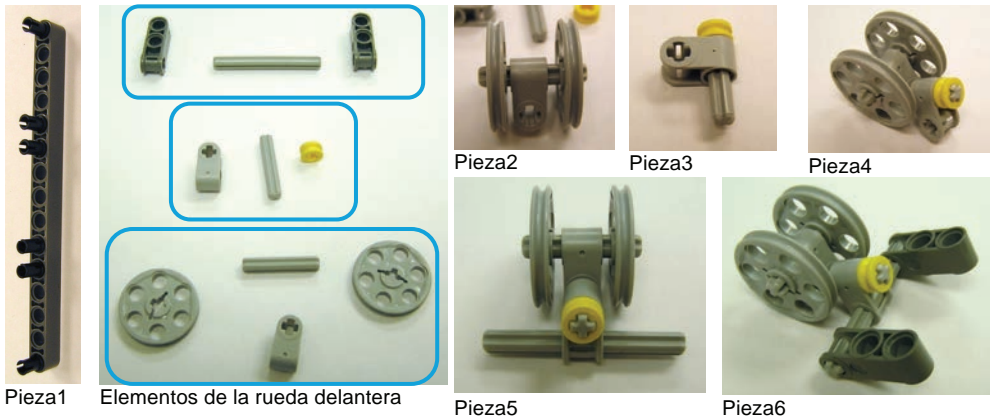

Figura 2.2-5. Montaje de la rueda delantera del robot de sumo NXT
- Pieza1: En primer lugar insertamos los 6 con-p-p en las posiciones 1, 5, 6, 10, 11 y 15 de la barra15, según se ve en la Figura 2.2-5.